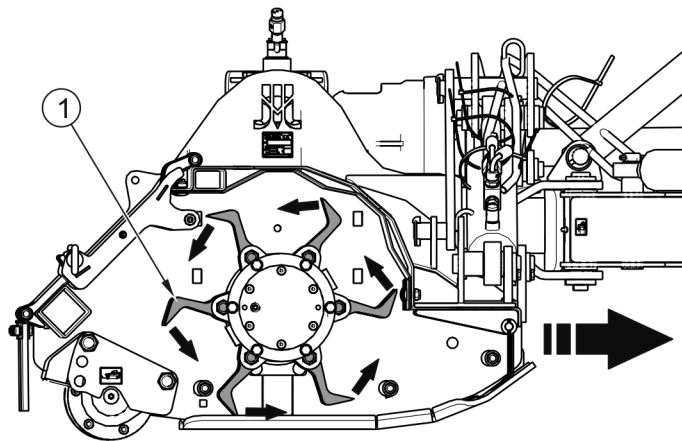

РИСУНОК 4.1 Соответствие оборотов режущего аппарата с направлением
- в соответствии оборотов режущего аппарата (РИСУНОК 4.1).